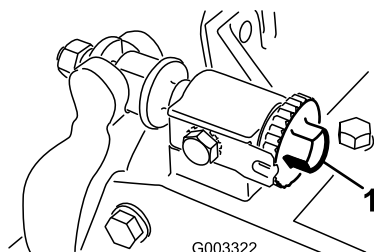

Figure 12
2. Tournez les vis de réglage de la barre d'appui dans le sens antihoraire pour vérifier qu'elle ne touche pas le cylindre (Figure 12).